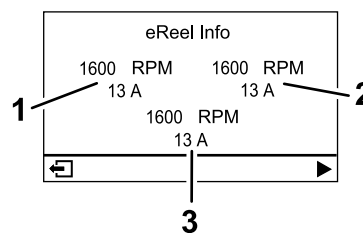

Figure 24
- **Écran du moteur eReel (Figure 24)** : indique la vitesse et le courant du moteur de chaque unité de coupe.